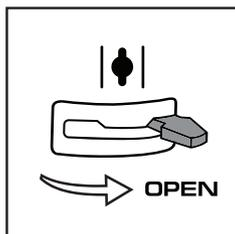

Рис. 21
- После запуска, прогрейте двигатель в течение 15-30 секунд и переведите воздушную заслонку в открытое положение (крайнее правое положение рычага) (Рис. 21).